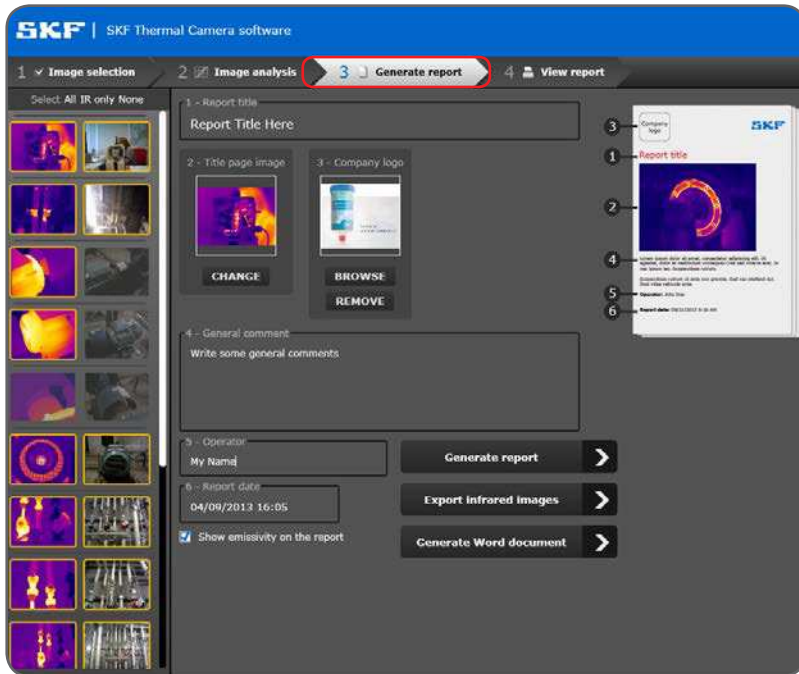

Abbildung 18 Ansicht Bericht erzeugen
- Klicken Sie auf die Registerkarte "3 Bericht erzeugen", die in Abbildung 18 rot hervorgehoben ist.